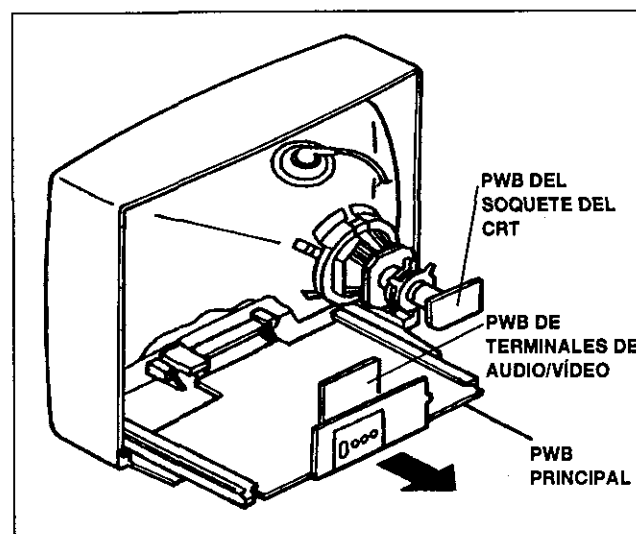

Fig. 2
1. Tire del tablero PW PRINCIPAL hacia atrás a lo largo del riel. (Fig. 2)